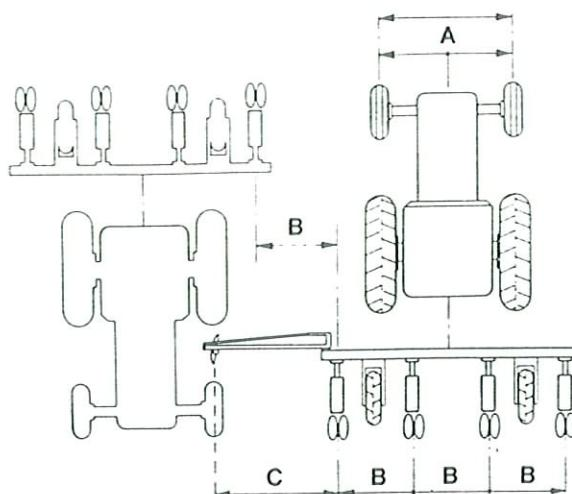

Fig. 5
Per determinare la traccia su cui correre con la ruota anteriore del trattore (Fig. 5), regolare la distanza del disco tracciafile dal centro del seminatore esterno (valore «C» della tabella).
To set the trail the tractor has to run along, (Fig. 5) adjust the distance of the row marker plate starting from the center of the outer planting unit (value «C» in the table). EXAMPLE: When using a 4-row planter with a row spacing of 45 cm and a 150 cm large tractor, the «C» measure is 37 cm. After the first turn check the accuracy of the adjustment.
Pour déterminer la trace dans laquelle devra circuler la roue avant du tracteur (Fig. 5), régler la distance comprise entre le disque traceur et le centre du semoir extérieur (valeur «C» du tableau).
Zum Einstellen der Spur, auf der mit dem Vorderrad des Schleppers beim Säen zu fahren ist (Fig. 5), stellt man den Abstand der Spurreiβerscheibe von der Mitte der äußeren Säereihe nach dem «C» der Tabelle (1) ein.